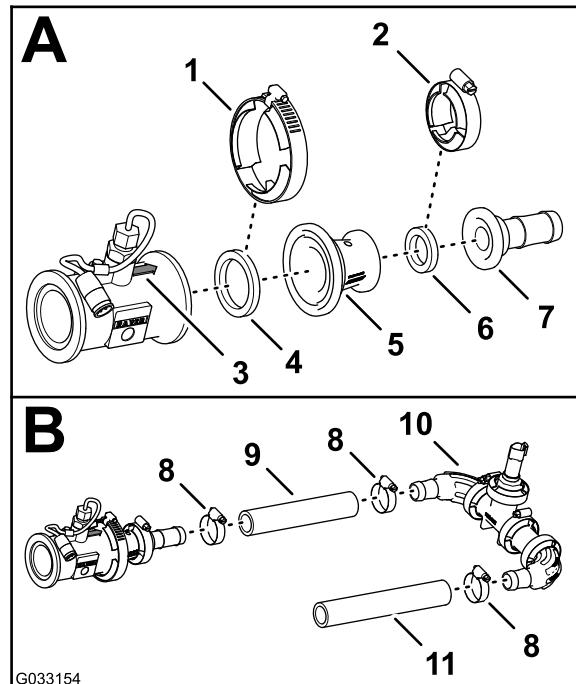

Figura 125
1. Alinee la junta (2 1/4") y el racor reductor con el extremo del caudalímetro señalado por la flecha direccional (Figura 125).
2. Sujete el caudalímetro, la junta y el racor reductor (Figura 125) con una abrazadera para bridas de 76 mm.
3. Alinee la junta (2 1/4") y conector de manguera dentado con el extremo del racor reductor (Figura 125).
4. Sujete el acoplamiento con brida dentado, la junta y el racor reductor (Figura 125) con una abrazadera para bridas de 51 mm.
5. Conecte la manguera (1" x 7 1/4") al acoplamiento con brida dentado y al codo dentado del transductor de presión y el distribuidor, según se muestra en Figura 125.
6. Sujete la manguera y los acoplamientos dentados con 2 abrazaderas (Figura 125).
7. Conecte la manguera (1" x 8 1/2") al otro codo dentado del transductor de presión y el distribuidor, según se muestra en Figura 125.
8. Sujete la manguera y el acoplamiento dentado con una abrazadera (Figura 125).